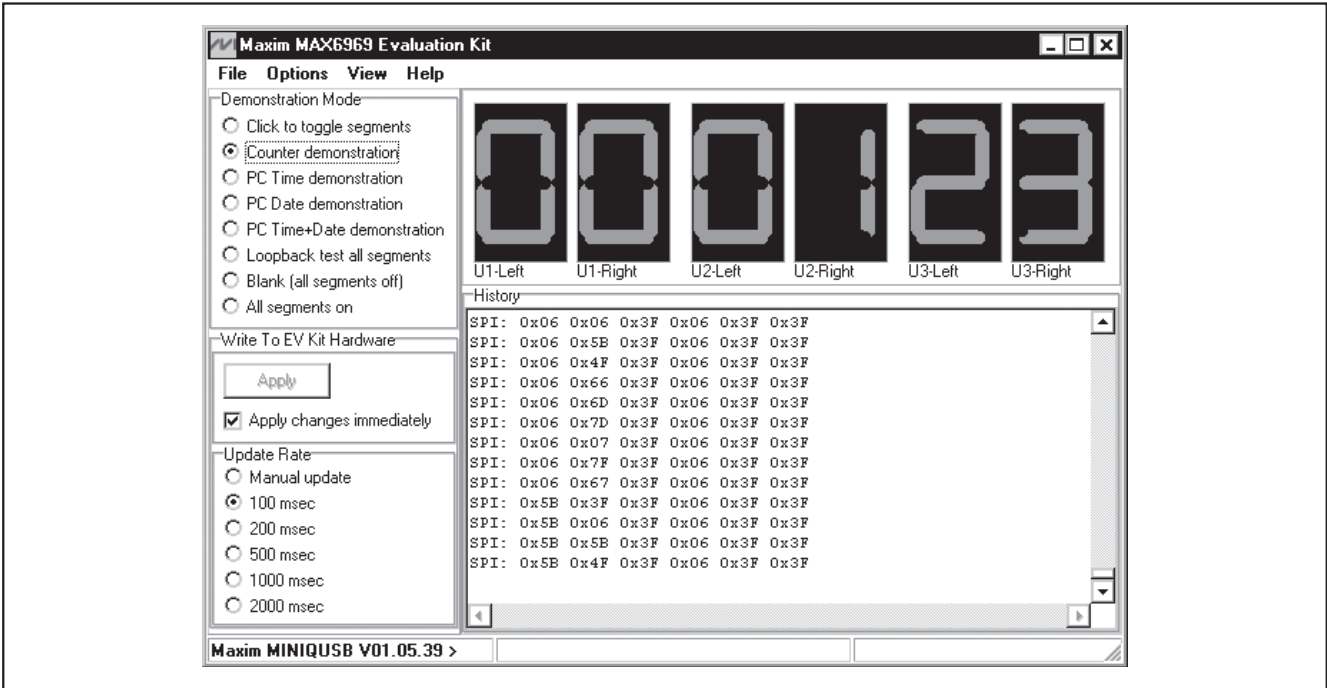

图1. MAX6969评估软件的计数功能演示(7段显示器以十进制计数)
- 9) 在**Demonstration Mode**组合框中，点击**Counter demonstration**单选按钮，7段LED显示器将按照十进制计数，如图1所示。